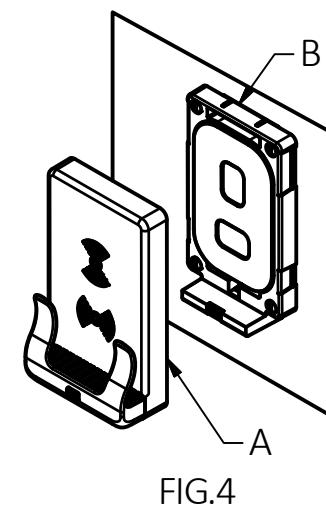

FIG.4
4) Alinee el montaje del teléfono y placa de pared (**A**) a la base (**B**) y coloque en su sitio presionando hacia abajo en las 4 esquinas. **Fig 4.**
4) Align the wall plate & phone holder assembly (A) to the base unit (B) and snap it in place by pressing down on 4 corners Fig.4.
4) Aligner la plaque murale et le porte-téléphone (A) ainsi que l'unité de base (B) puis l'emboîter en exerçant une pression dans les quatre coins. Fig. 4